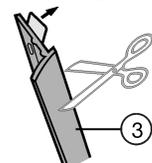

Fig. 15
- ▶ Staccare la pellicola protettiva dal coprifuga Fig. 15 (3). Applicare e incollare il coprifuga sulla parete dell'apparecchio, lato maniglia.
- ▶ Accorciare in basso, se necessario, il coprifuga Fig. 15 (3)*.